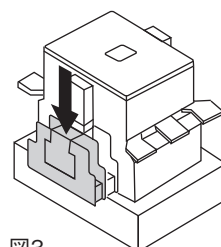

図3
- (3) 補助接点ユニットを本体の補助接点ユニットと同じ位置まで押し込んでください。(図3)